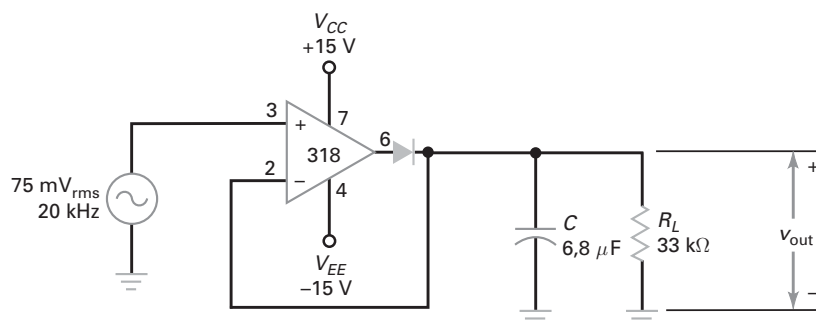

Figura 20-55
- 20-31** Qual a tensão de saída na Figura 20-55?
- 20-32** Qual a menor frequência recomendada na Figura 20-55?
- 20-33** Suponha que o diodo da Figura 20-55 esteja invertido. Qual a tensão de saída?
- 20-34** A tensão de entrada na Figura 20-55 é alterada de 75 mV rms para 150 mV pp. Qual a tensão de saída?